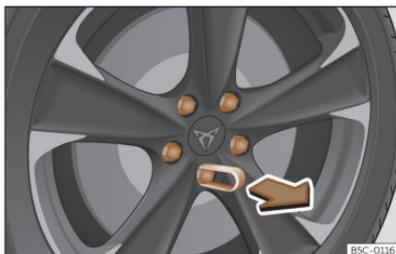

Abb. 224 Rad: Radschrauben mit Deckel.
- Schieben Sie die Kunststoffklammer (Bordwerkzeug >>> (Abb. 195)) so weit auf die Abdeckkappe, bis sie einrastet >>> (Abb. 224).